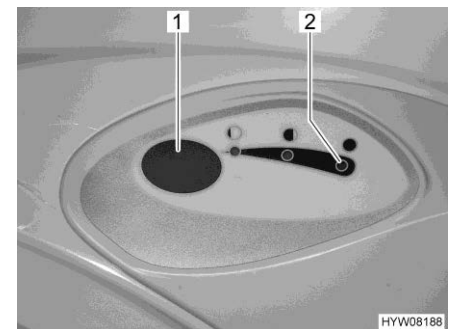

Fig. 277 Botón del inodoro/luz de control (inodoro Thetford)
- Para lavar, pulsar el botón del inodoro azul (Fig. 277,1).
La luz de control (Fig. 277,2) se enciende cuando es necesario vaciar el depósito de aguas fecales.